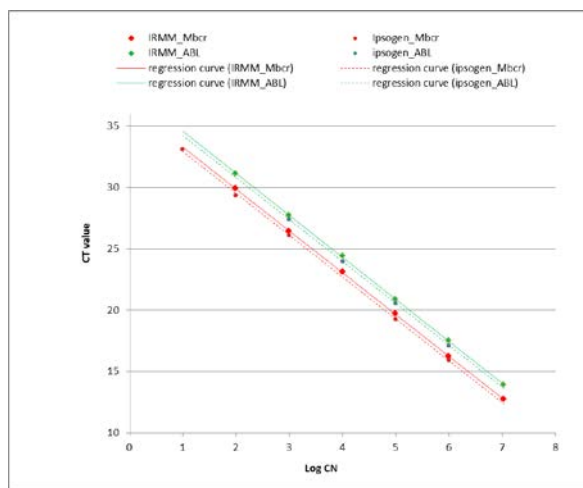
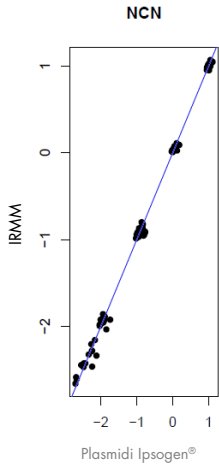

Figura 11. Dal confronto tra i plasmidi *ipsogen* ed ERM-AD623 BCR-ABL1 si evince che le curve degli standard sono allineate.
Figura 12. I valori NCN per i plasmidi *ipsogen* ed ERM-AD623 sono confrontabili.
Il confronto si è basato sul rapporto normalizzato del numero di copie (NCN) BCR-ABL1 MbcR/ABL1, tenendo conto delle due diluizioni degli standard (*ipsogen* o ERM-AD623 ABL1), sui campioni di controllo inclusi nei kit *ipsogen* e nel materiale di riferimento certificato proveniente dal National Institute for Biological Standards and Control (NIBSC) (8). I risultati dimostrano che le due curve standard sono allineate (Figura 11) e che i rapporti NCN sono confrontabili (Figura 12).